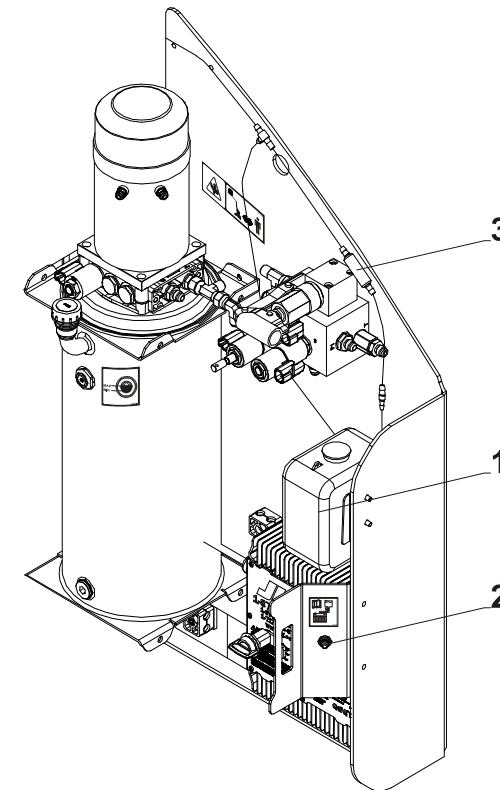

Figure 5-6. Remplissage des Batteries
- Déconnecter et nettoyer le **filtre (3)** (Voir Figure 5-6.) en inversant le sens du débit d'eau.